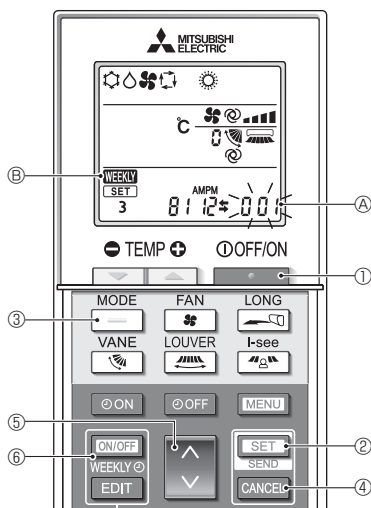

Fig. 4-12
#### 4.12.8. De AUTO-stand uitschakelen (Fig. 4-12)
- Druk op de toets **STOP** ① om de airconditioner te stoppen.
- Als de Week-timer ingeschakeld is, druk dan op de toets **ON/OFF WEEKLY** ⑥ om de timer uit te schakelen. (**WEEKLY** ⑥ verdwijnt.)
- Houd de toets **SET** ② gedurende 5 seconden ingedrukt.
- Druk op de toets **↓** ⑤.
- De instellingen voltooiën (Fig. 4-12)